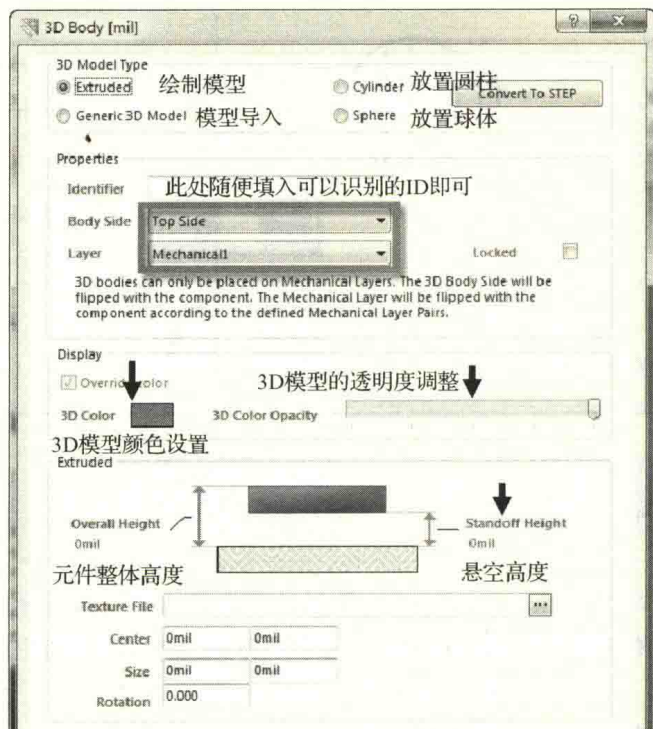

图 5-40 3D 模型模式选择及参数设置对话框
(2) 首先确定 Mechanical 层打开，因为 3D Body 只有在 Mechanical 层可有效放置成功。跳转到 Mechanical 层，执行菜单命令“Place-Place 3D Body”，会出现如图 5-40 所示的 3D 模型模式选择及参数设置对话框。